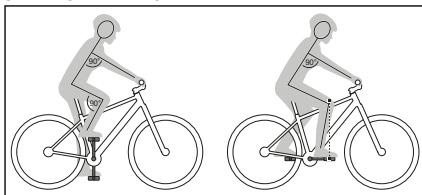

Fig. 2: Siddeposition
- ↳ Kontrollér, at du også på længere cykelture har en behagelig siddeposition, og at du kan betjene alle komponenter på styret forsvarligt under kørslen (se Fig. 2).